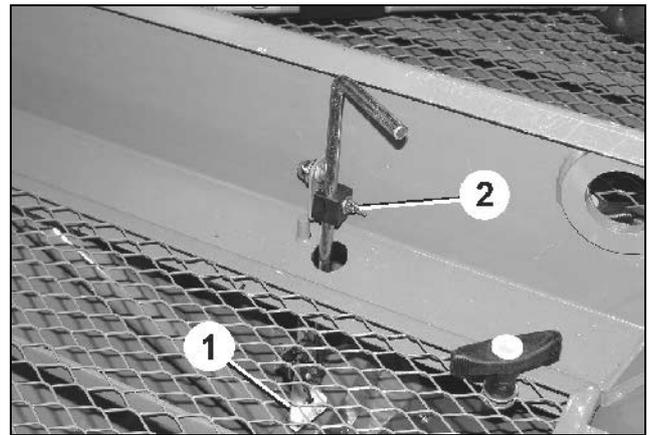

Fig. 94
1. Desserrez l'écrou à ailettes (Fig. 94/2).
- 2 Réglez la hauteur du capteur de niveau de remplissage (Fig. 94/1) en fonction du reliquat de semences souhaité dans la trémie.